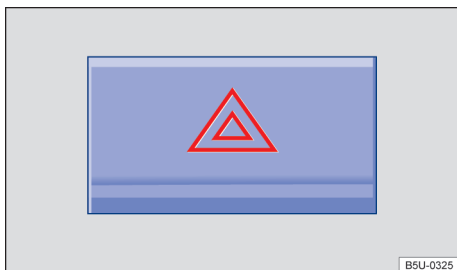

Fig. 37 En la parte superior de la consola central: interruptor de las luces de advertencia.
2. Encender los intermitentes de emergencia con el conmutador ⏏ → fig. 37.
Las luces de advertencia también pueden apagarse al presionar el conmutador ⚠ en el tablero de instrumentos → fig. 37.